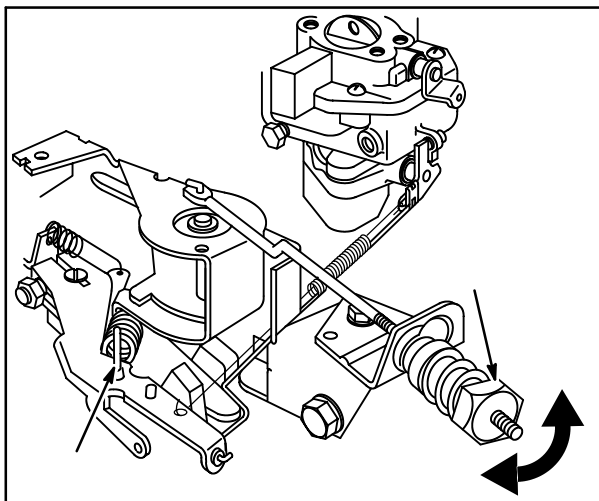

Fig. 37
**NOTA:** Verifique se a mola do regulador está instalada no orifício 1 na alavanca do regulador (9), Fig. 37.
5. Gire a porca de controle ajustável da velocidade fixa (6) no sentido horário (8) para aumentar ou no sentido anti-horário (7) para diminuir a velocidade do motor até obter a RPM máxima sem carga desejada, **Fig. 37**.